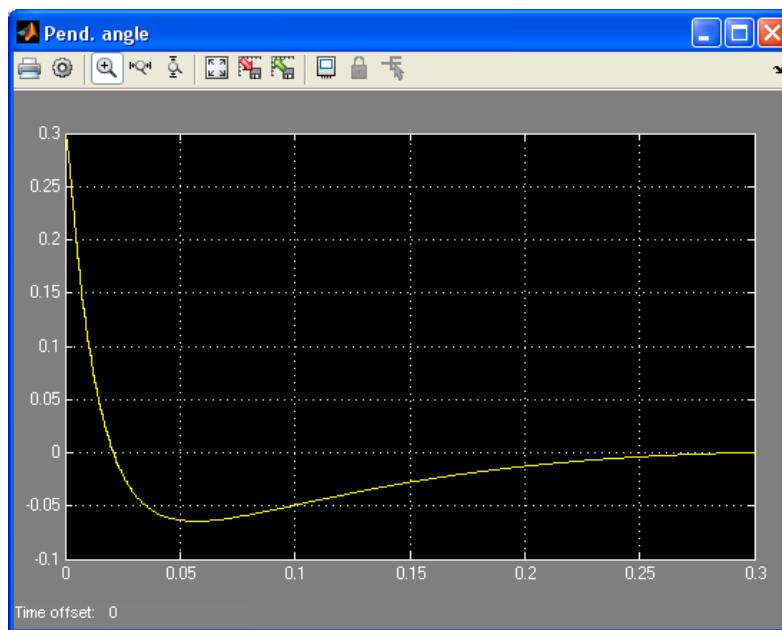
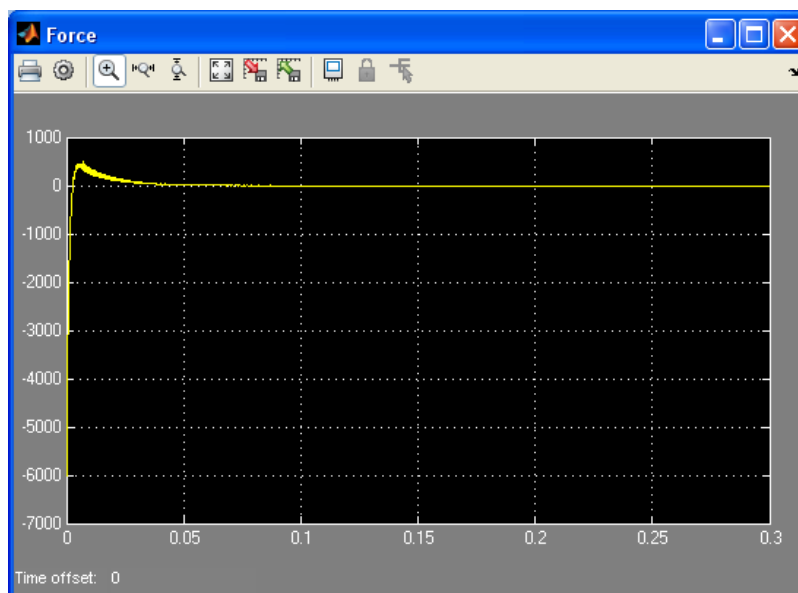

Рис. 3.15. График изменения угла отклонения маятника от вертикали
Рис. 3.16. График изменения величины усилия, подаваемого на тележку
3. По истечении времени моделирования вы увидите результаты, приведенные на рис. 3.15 и рис. 3.16.